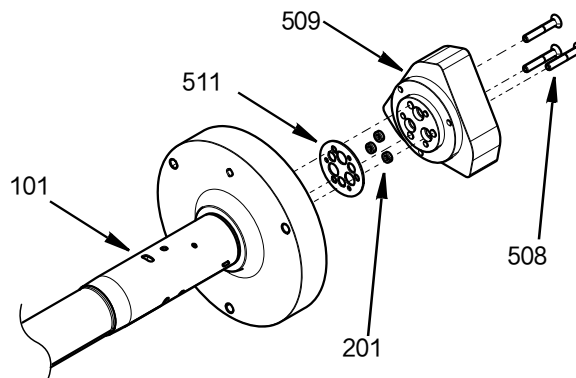

FIG. 27
7. 将剩余的三个柱塞杆密封件 (201) 安装到气缸外壳 (509) 中, 安装杆密封件, 参见密封件插入和拆除工具套件, 25T489 (第 32 页)。装上新的垫圈 (511), 然后使用三颗 M4 螺丝 (508) 以 29.2 英寸磅 (3.3 牛·米) 的扭力将气缸外壳固定到中部机身 (101) 上。参见 FIG. 27。